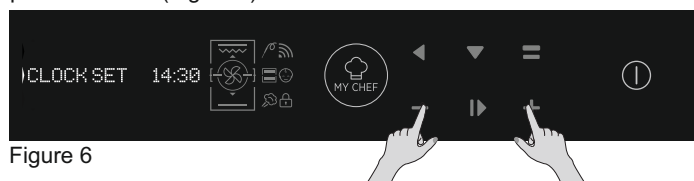

Figure 6
- Réglez l'heure en appuyant sur les touches (+) et (-). Appuyez sur OK pour continuer. (Figure 6)